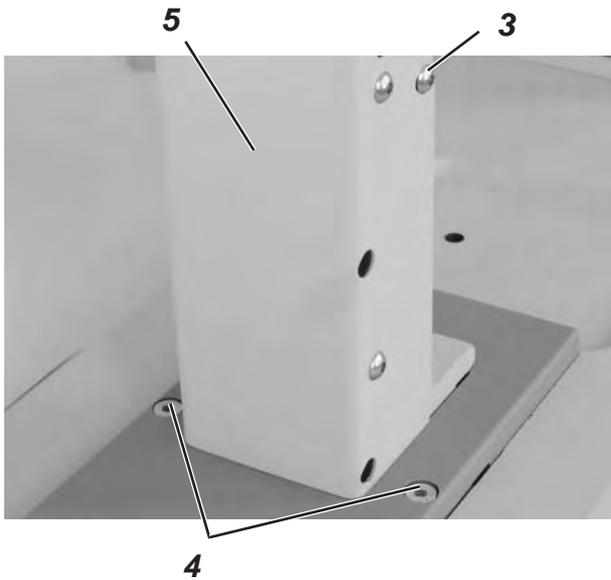

Abb. 2
- Schraube (3) und zwei Schrauben (4) lösen. Transportsäule (5) so verschieben, damit die Regel 2.1 (**A**) = **0,1 mm** laut **Abb. 1** oder Regel 2.2 laut **Abb. 2** erfüllt wird.